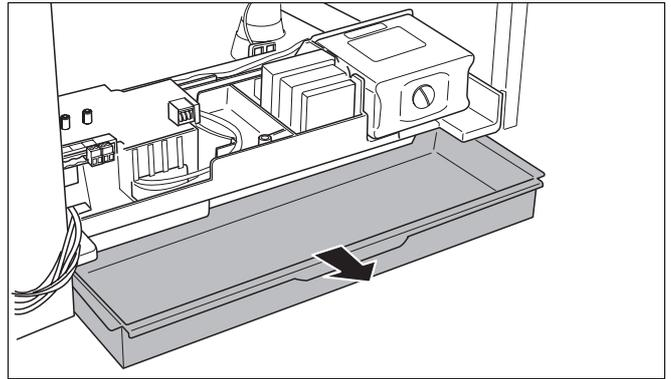

Fig. 45 Aprire il cassetto
- Aprire il cassetto (fig. 45).